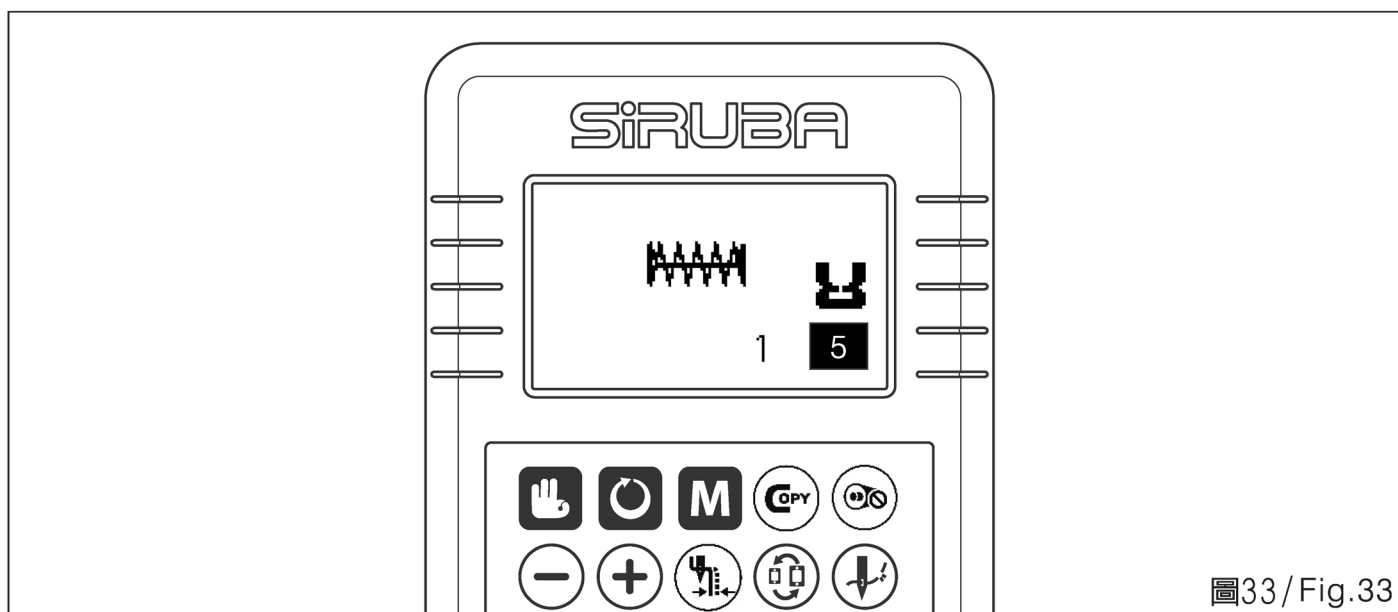

Fig.33/ Fig.33
2. Selecione o desenho da costura (Fig. 33)